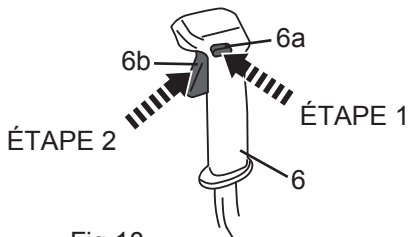

Fig.18
- > Appuyez sur le bouton de déverrouillage [6a] et maintenez-le enfoncé (Fig.18, ÉTAPE 1).
- > Appuyez sur le bouton marche/arrêt [6b] pour allumer l'appareil (Fig.18, ÉTAPE 2). Puis relâchez le bouton de déverrouillage [6a].